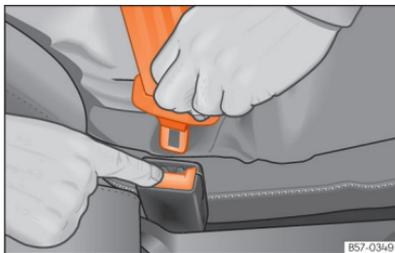

Abb. 24 Schloßzunge vom Gurtschloß lösen.
- Rote Taste im Gurtschloß drücken »» [Abb. 24]. Die Schloßzunge springt heraus.